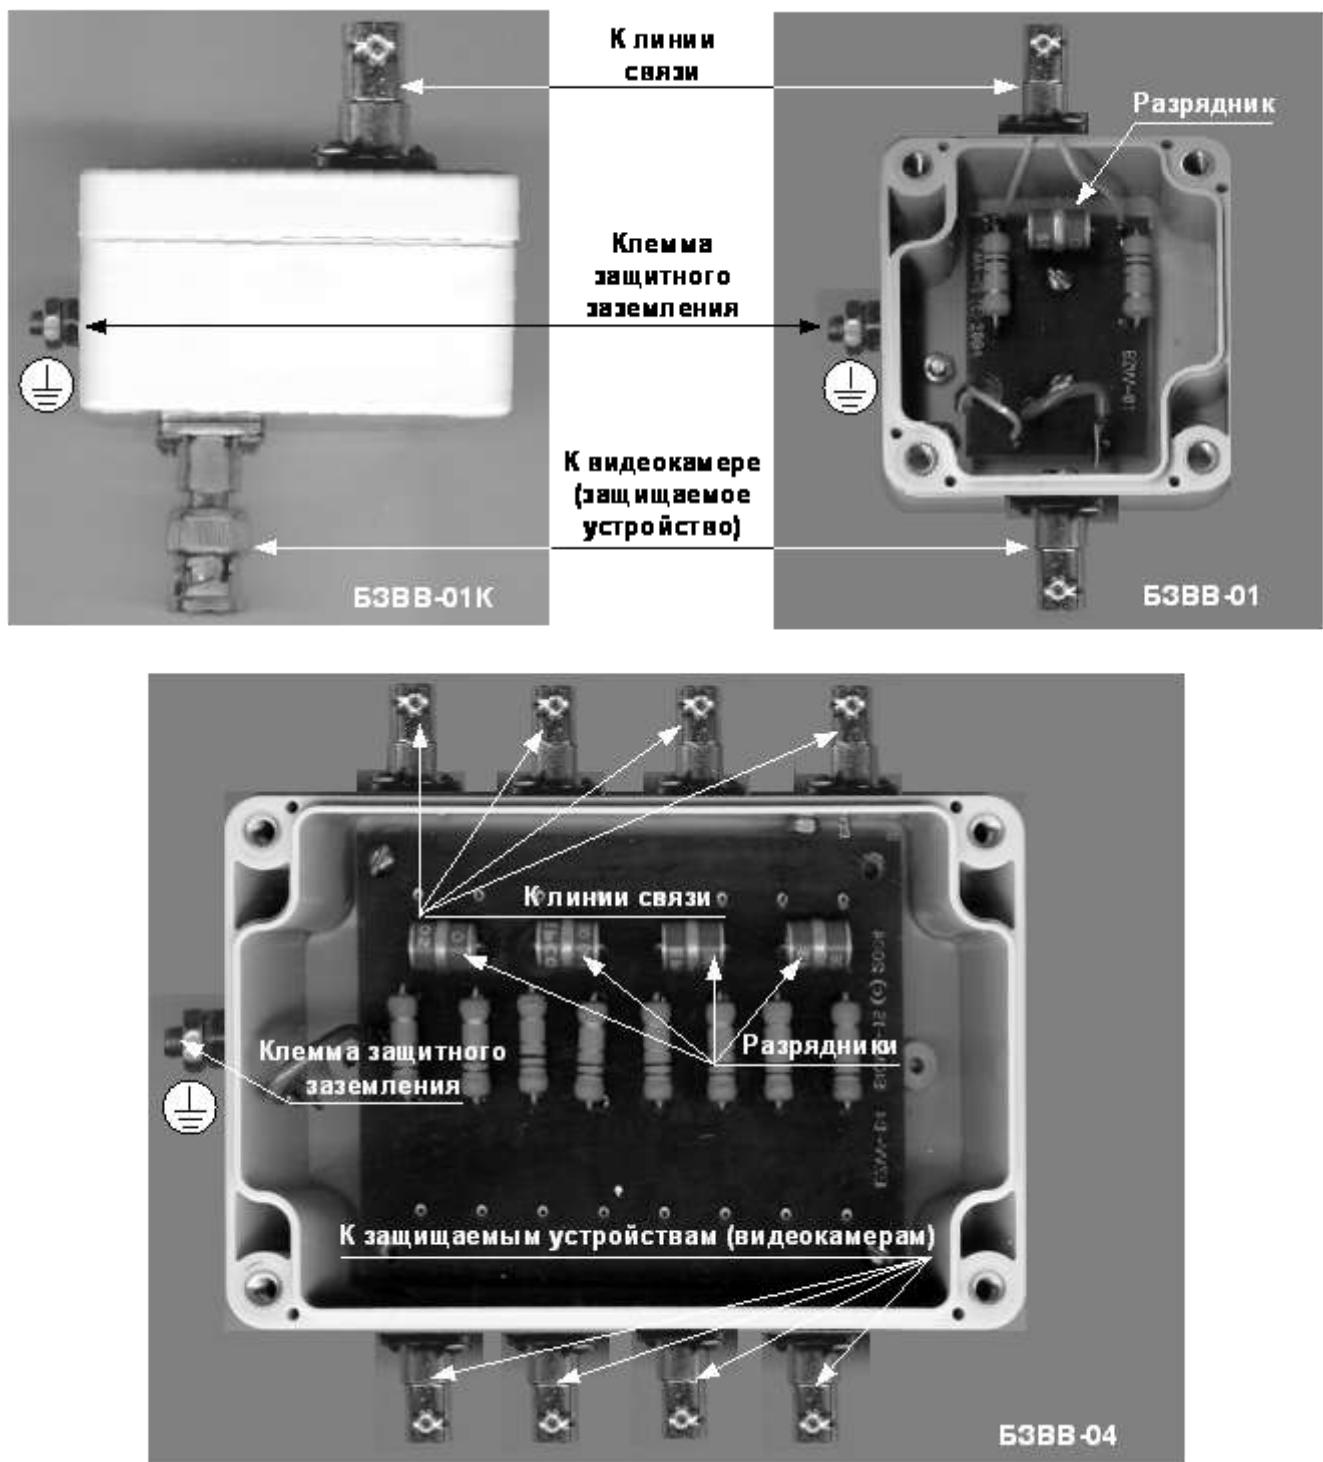

Рис. 1 Внешний вид и основные элементы БЗВВ
- 4.1. На Рис. 1 приведен внешний вид и основные элементы БЗВВ-01К, БЗВВ-01, БЗВВ-04.